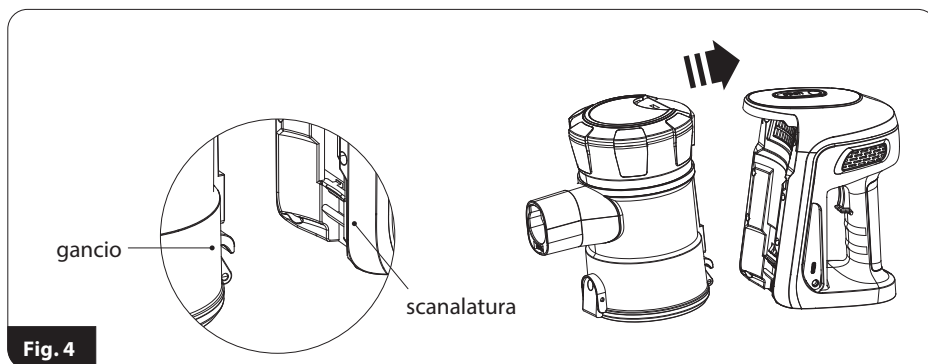

Fig. 4
1. Inserire il filtro a rete (12) nel serbatoio per la polvere - assicurarsi che le tre linguette sull'anello esterno del filtro siano in posizione nel serbatoio per la polvere.
2. Posizionare il filtro motore (11) sul filtro a rete (12).
4. Inserire e bloccare il serbatoio per la polvere nell'unità motore, prestare attenzione al fatto che il serbatoio nella parte inferiore ha un gancio che deve agganciarsi all'elemento corrispondente nell'unità motore; quindi premere il serbatoio contro l'unità motore (fig.4).